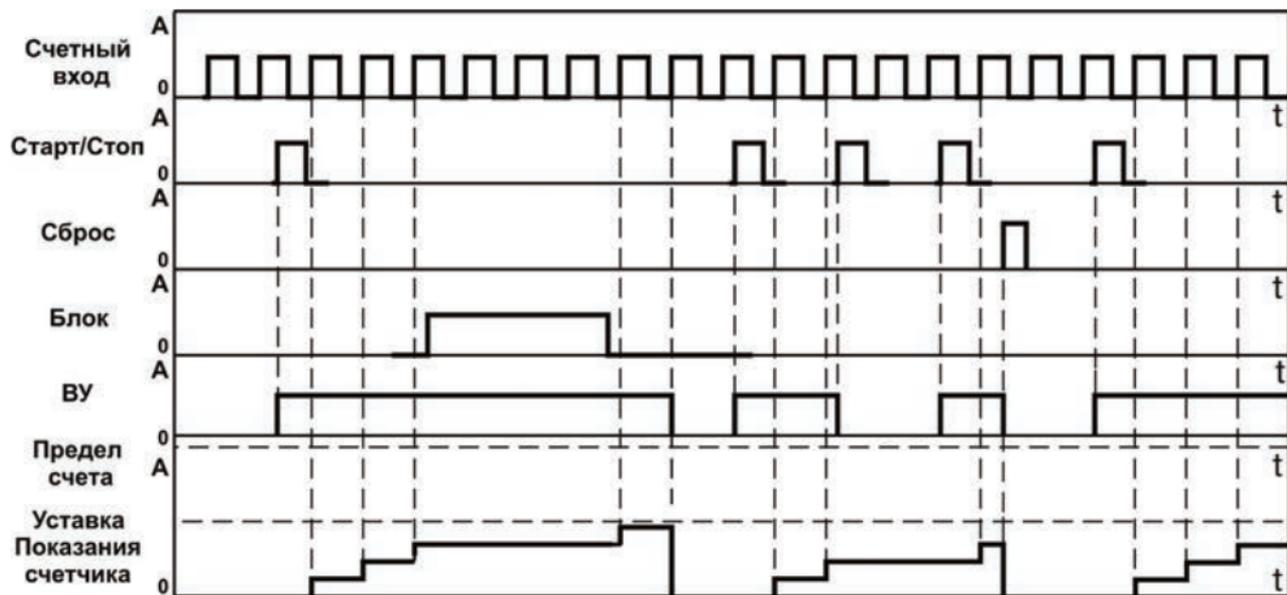

Рисунок 3.12
- тип работы по сигналу «Сброс» – «Сбросить счетчик и ждать сигнала «Старт» ($rSt = StOP$) (рисунок 3.12).